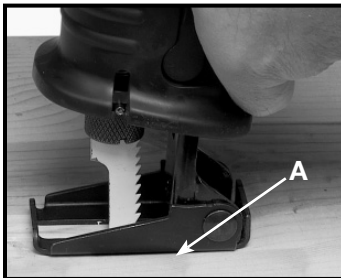

Fig. 12
La zapata (A) Fig. 12 sirve de apoyo durante los cortes. Su movimiento giratorio permite la inclinación gradual de la sierra hasta llegar a la posición perpendicular mientras se mueve hacia el operario.